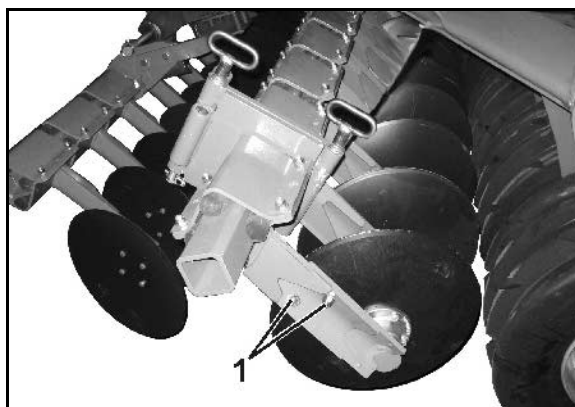

Fig. 32
2. Desserrez les raccords à vis (Fig. 32/1).